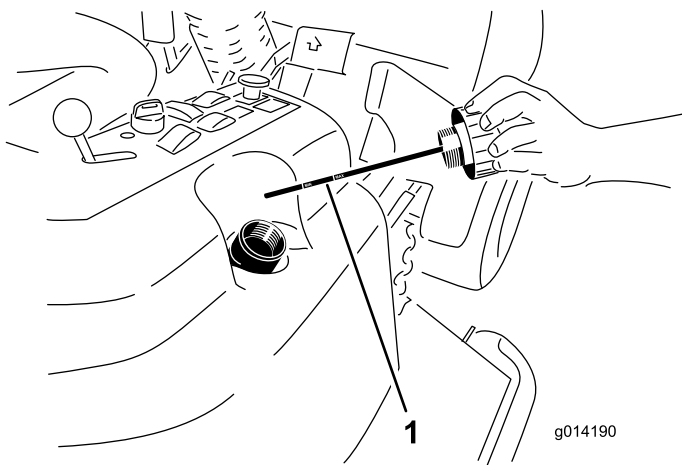

図 49
- 油圧オイル補給口のキャップ 図 49 を取る。
- ディップスティックを抜きウェスで一度きれいに拭く (図 49)。
- もう一度首まで完全にねじ込んでから抜き、オイルの量を点検する 図 49。